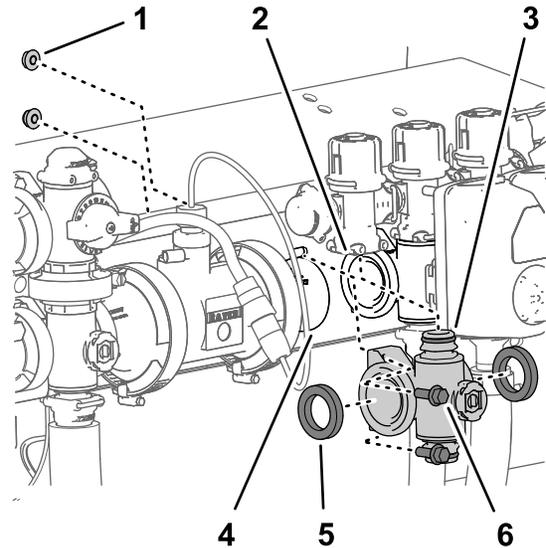
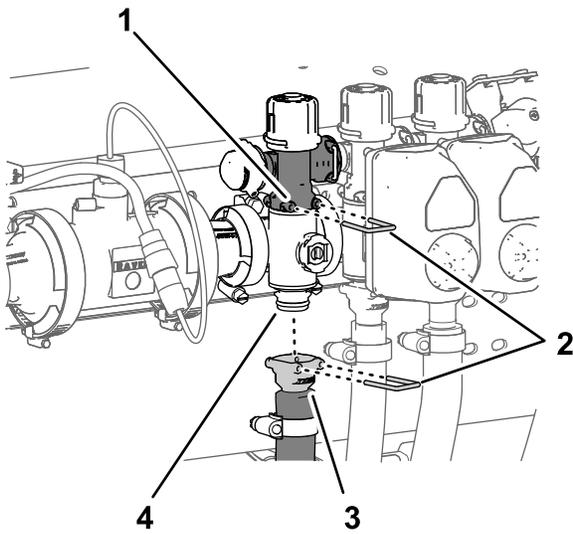

Figure 132
Figure 133
1. Aligned les 2 joints que vous avez retirés à la section Dépose de la valve de collecteur de section \(page 91\) et les brides du collecteur de vanne de section (Figure 132).
2. Aligned la bride du collecteur de vanne de section entre les brides des autres vannes de section et/ou adaptateur de raccordement (Figure 132).
3. Fixez le raccord rapide du collecteur de vanne de section au raccord rapide femelle de la vanne de dérivation de section à l'aide d'un l'étrier de fixation (Figure 132 et Figure 133).
5. Pour les collecteurs de vannes de sections gauche et droite, fixez le collecteur de vanne au support de vannes (Figure 132) à l'aide des 2 boulons à embase ($\frac{1}{4}'' \times \frac{3}{4}''$) et des 2 contre-écrous à embase ($\frac{1}{4}''$) que vous avez
8. Fixez le raccord rapide du flexible de section au raccord rapide du collecteur de vanne de section à l'aide de l'étrier de fixation (Figure 133).